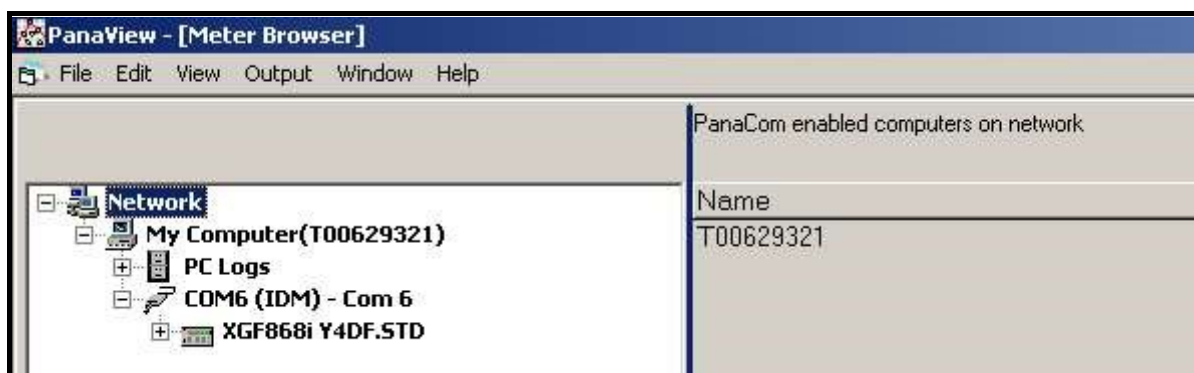

Figura 3: Ventana de visualización de texto
3. Mediante el menú *Ventana*, organice las ventanas abiertas en el formato deseado. Para esta explicación, a continuación, en la *Figura 3* se muestra la ventana de *visualización de texto* en su tamaño maximizado (pantalla completa).
Nota: La Figura 3 se ha comprimido vertical y horizontalmente para mejorar la claridad.
5. Antes de poder mostrar los valores de los datos reales en el panel de texto, active uno de los siguientes modos de recogida de datos (consulte la *Figura 3 en la página 34*):